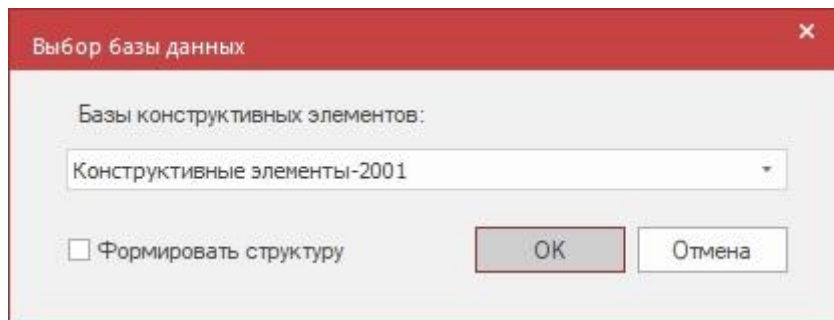

Рис. 8.1 Диалоговое окно Выбор базы данных
3. В открывшемся диалоге Выбор базы данных (рис. 8.1) задать параметры: